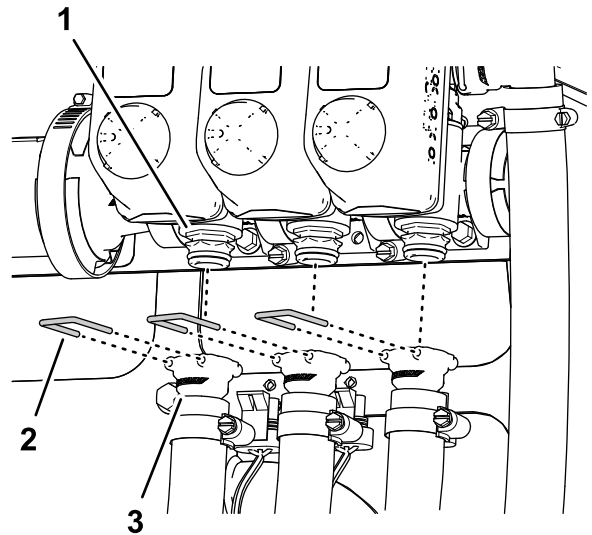

図 37
6. 左、中央、右ブームバルブでそれぞれクイックカップラ固定しているリテーナを外す 図 37。
7. 各ブームバルブのクイックカップラから、左、中央、右の各ブーム給液ホースを外し、車両からホースを外す 図 37。